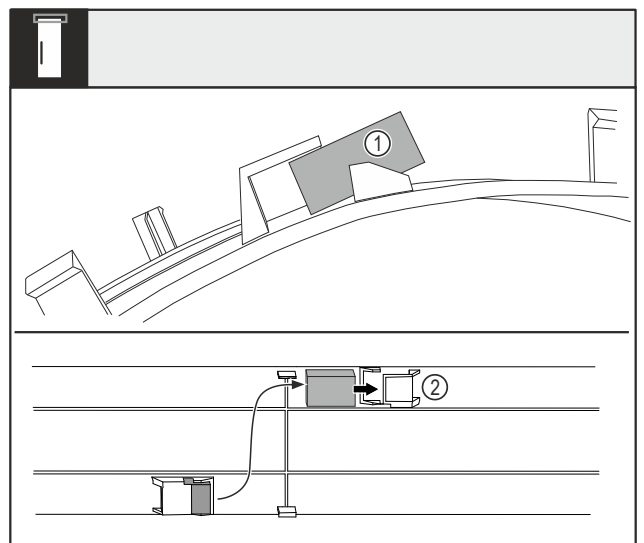

Fig. 16
- Abdeckung biegen und Türmagnet Fig. 16 (1) aus dem Nest herausziehen.
- Türmagnet ins andere Nest Fig. 16 (2) einschieben.